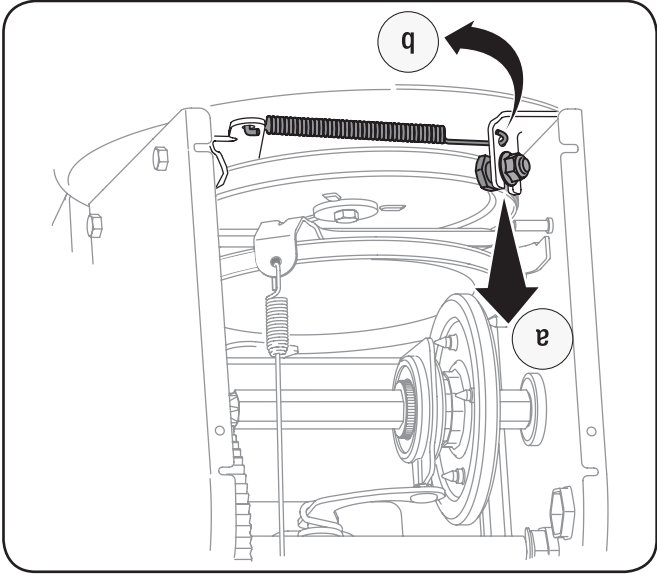

Figure 7-5
7. Dégagez la courroie comme suit. Voir la Fig. 7-5.